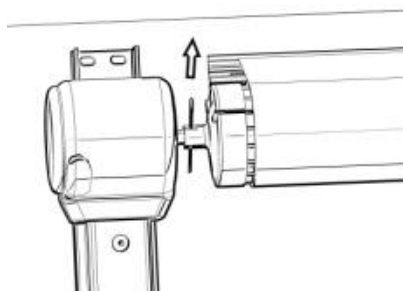

Figure C24
3. 9 Wyjmij zawleczkę zabezpieczającą z boku kołowrotka, który nie jest wyposażony w silnik (rysunek C24). poluzować ramię składane i naciągnąć rolkę materiału pod napięciem.